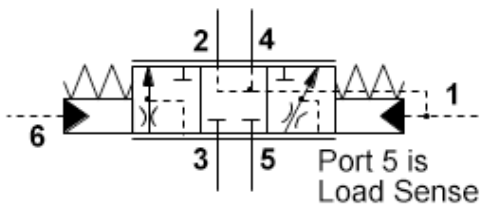

Abbildung 23: FT*K-XC
- Das Schaltsymbol mit L.S.-Abgriff ist in **Abbildung 23** dargestellt.